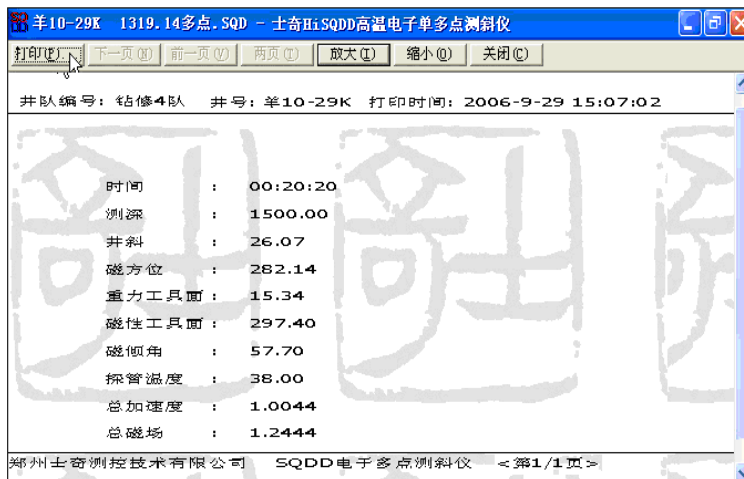

图 20
2、根据不同的要求，数据可选择为【单点】、【多点】和【经济】三种打印方式，打印结果分别如图 20、图 21、图 22 所示。其中，单点打印方式仅打印一组数据，仪器用于单点测量时使用；多点打印方式每页可打印 25 组数据，可自动生成页码；经济打印方式只打印【序号】、【时间】、【井斜】及【磁方位】数据，其他数据不打印，每页可打印 138 组数据。